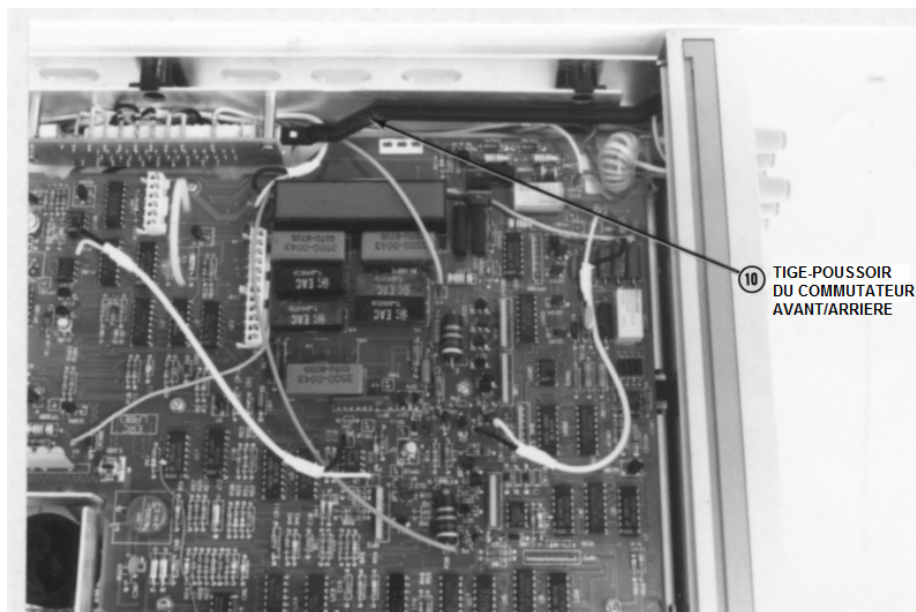

Figure C-8 Emplacement du commutateur des bornes avant/arrière et de sa tige-poussoir
- 3** Référez-vous à la figure C-8. Localisez la tige-poussoir du commutateur Avant/arrière (Front/Rear). Si besoin est, utilisez un tournevis à lame plate comme levier pour la retirer. Configurez le commutateur dans la position souhaitée.